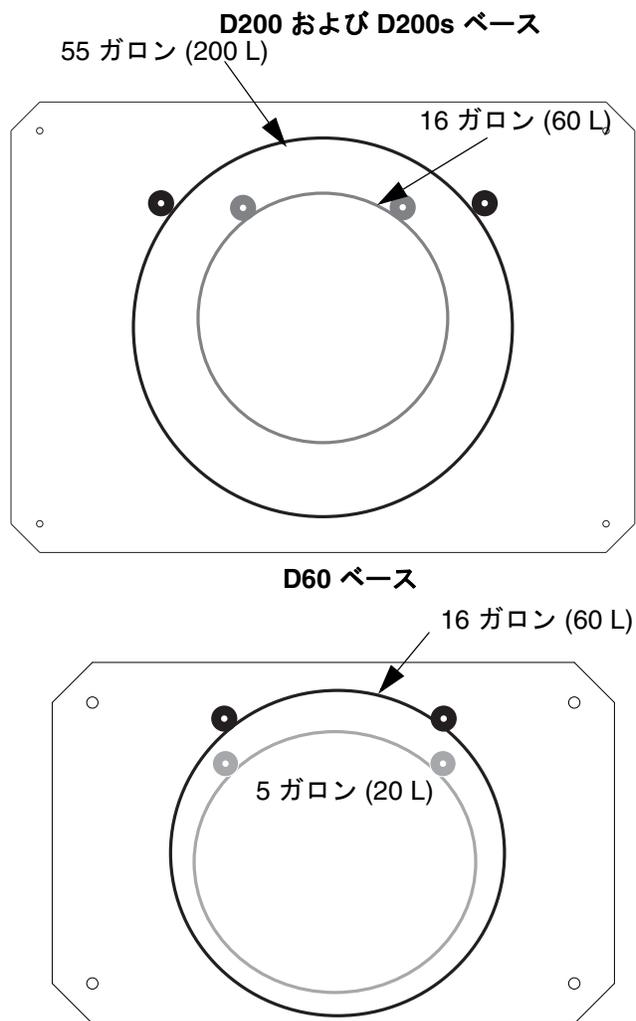

図 12: ラムベース
1. ラムアセンブリベースの一連の取り付け穴を確認します。以下を参照してください：図 12.